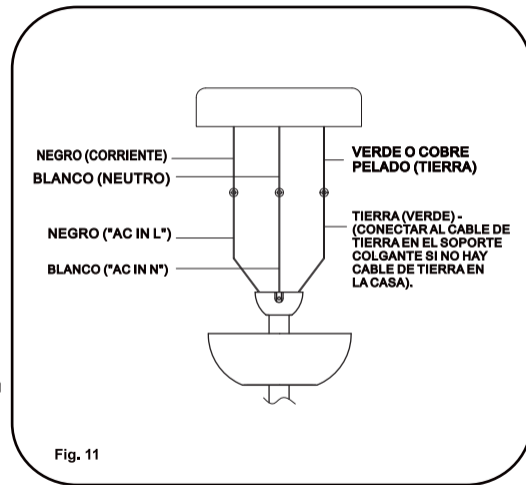

Fig. 11
**Paso 1.** Conexiones eléctricas de los cables de suministro del motor a la casa: conecte el cable BLANCO (neutro) de la caja de distribución al cable BLANCO marcado 'AC in N' del motor. Conecte el cable NEGRO (corriente) de la caja de distribución al cable NEGRO marcado 'AC in L' del motor. Fije todas las conexiones con las tuercas de plástico incluidas. (Fig. 11)
**Paso 2.** Si su caja de distribución tiene un cable a TIERRA (verde o cobre pelado) conecte este cable a los cables de Tierra de la esfera de suspensión y el soporte de suspensión. Si su caja de distribución no tiene un cable a tierra, una los cables de la esfera de suspensión y del soporte de suspensión de tierra. Fije la conexión con la tuerca de plástico incluida. (Fig. 11)